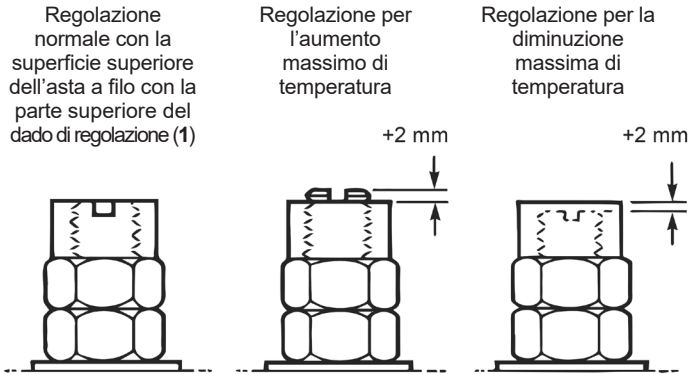

Fig. 9
Con una chiave fissa da 16 mm tenere il dado di regolazione (1) ed allentare il controdado (2). Utilizzando un cacciavite inserito nella fessura predisposta per impedire la rotazione dell'asta, si possono riposizionare il dado di regolazione (1) ed il controdado (2) con uno spostamento massimo di ± 2 mm come mostrato nella Fig. 9.